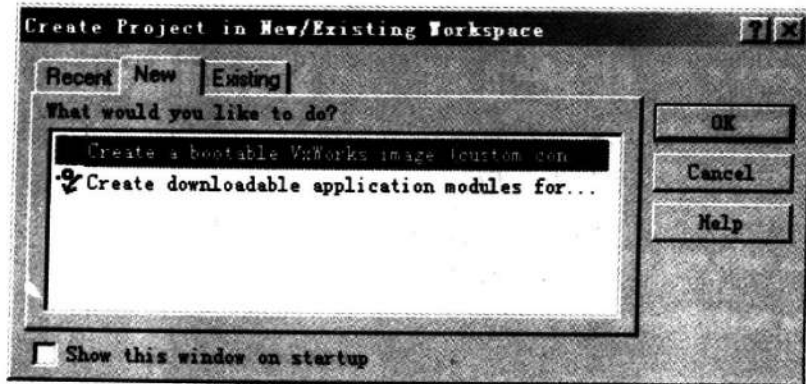

图 4-14 选择工程的类型
① 将第三方提供的 BSP 拷贝到 PC 机的某个目录下。下面以目录 E:\VxWorks\S3C2410\BSP 为例来说明。
② 启动 Tornado II 集成开发环境。
③ 新建一个工程(Create a bootable VxWorks image),如图 4-14 所示。